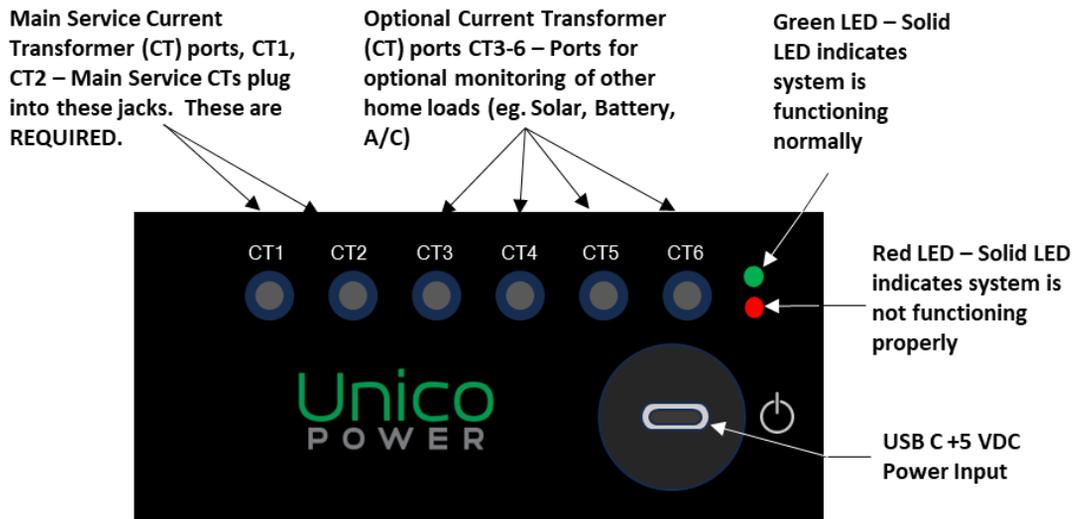

Figure 2 : façade avant du contrôleur Listo
Le panneau avant du contrôleur, illustré à la figure 2, contient deux (2) voyants d'état et six (6) ports d'entrée du transformateur de courant, étiquetés CT1 à CT6. CT1 et CT2 sont nécessaires pour surveiller les principaux niveaux de courant de service. S'ils ne sont pas débranchés, les chargeurs de VE seront par défaut au courant de jeu minimal (courant de sécurité intégré).